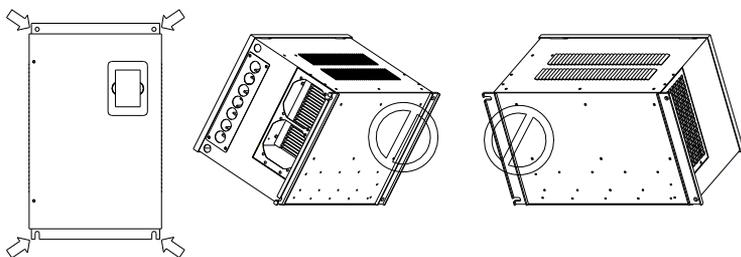

图 1-6 变频器安装示意图
- 变频器装在控制柜内，应保证控制柜与外界通风流畅。请垂直安装变频器，便于热量向上散发，不能倒置；若柜内有较多变频器时，要保证变频器的散热空间。最好并排安装；在需要上下安装时，请安装隔热导流板（详见图 1-6）。